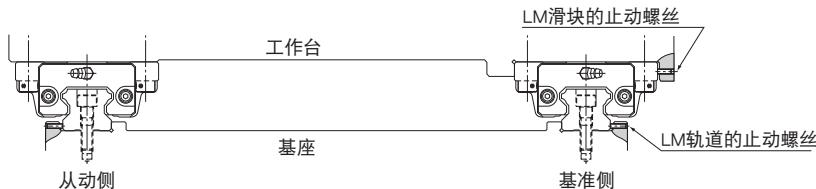

图5 机械中有振动冲击作用时
(1) 将工作台轻轻放置在LM滑块上,不完全锁紧安装螺栓。
(2) 通过止动螺丝将LM滑块的基准侧与工作台侧面基准面接触,使工作台定位。(参照**B1-91**图5)
(3) 全锁紧基准侧和从动侧的装配螺栓,完成安装。